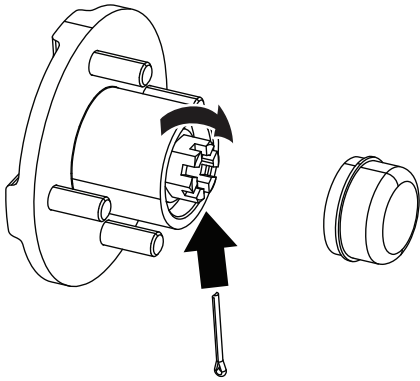

Figure 39
8. Installez l'arrêt d'écrou et vérifiez que la fente dans l'arrêt et le trou dans la fusée sont alignés afin de pouvoir insérer la goupille fendue (Figure 39).